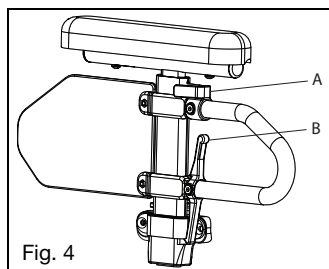

Fig. 4
- b. Il bracciolo si bloccherà automaticamente in posizione. Controllare che la leva di blocco sia come mostrato in figura (Fig. 4:B).
- a. Ruotare la leva di sgancio (Fig. 4:A).
- d. Spingere il cuscinetto del bracciolo fino a quando il bracciolo superiore non si blocca saldamente in posizione. Controllare che la leva di blocco sia come mostrato in figura (Fig. 4:A).
- a. Premere la leva di sgancio (Fig. 4:B) e rimuovere il bracciolo.